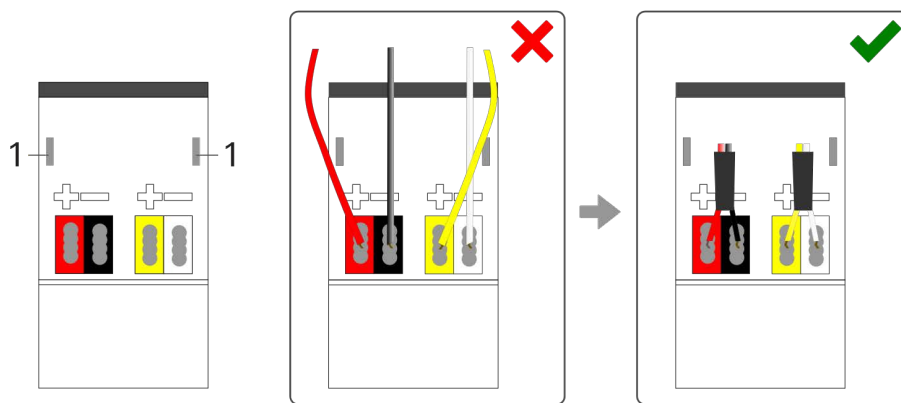

Bild 11: Kabelführung
- a. Führen Sie alle Kabel nach hinten. Die Öffnungen zur Befestigung der Abdeckkappe (Bild 11, Pos. 1) müssen frei sein. Alle Kabel müssen sich zwischen den Öffnungen befinden.